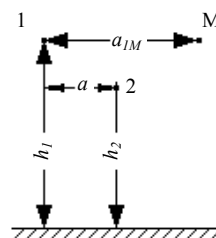

Рис. 2.1
**Исходные данные.** Высоты подвеса проводов двухпроводной линии равны  $h_1$  и  $h_2$  (рис. 2.1), расстояние между проводами в горизонтальной плоскости,  $a$ , радиус каждого провода  $r_0$ , точка  $M$  расположена в плоскости первого провода на расстоянии  $a_{1M}$ . Провода несут заряды  $\tau_1$  и  $\tau_2$  или находятся под напряжением  $U$ , при этом  $\tau_1 = -\tau_2 = \tau$  (табл. 2.1).